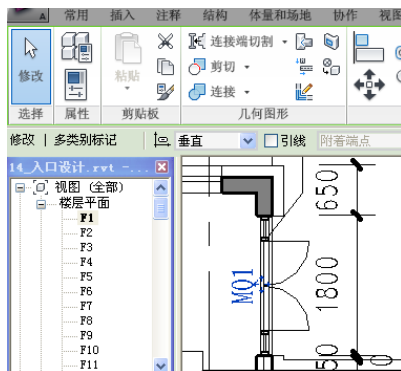

图 6-29
- 3) 点击上下文选项卡“注释”>“标记”面板>“多类别”工具，使用多类别注释“FA\_多类别\_注释: 多类别\_注释”为幕墙添加编号，注意放置时选择垂直（如图 6-29 所示）。